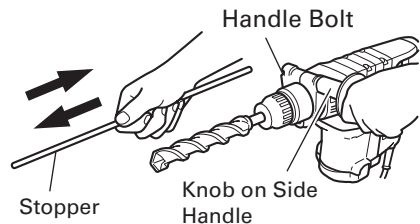

Fig. 12
7. Using the stopper (Fig. 12)